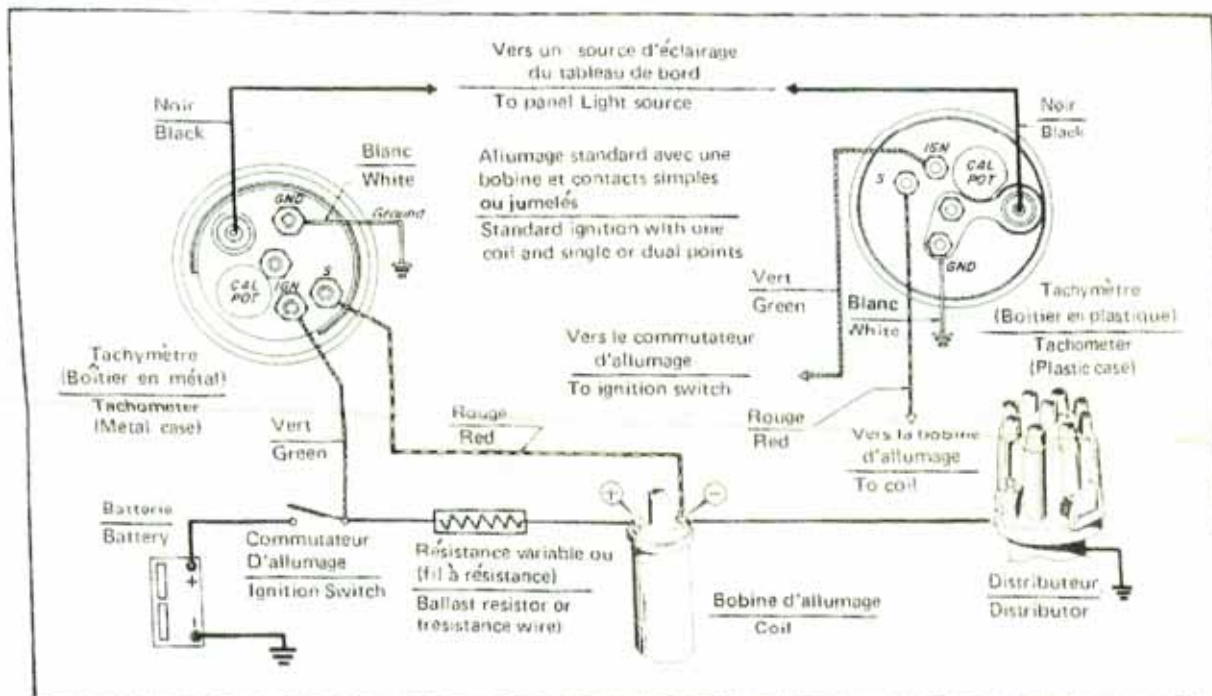

FIGURE 6
IMPORTANT: Use on negative ground only (Figure 6).
7. Fixez le fil ROUGE et sa cosse, sur le poteau à l'arrière du tachymètre marqué "S". Voir Figure 6.
7. Secure RED wire and terminal to post on rear of tachometer identified by "S". See Figure 6.